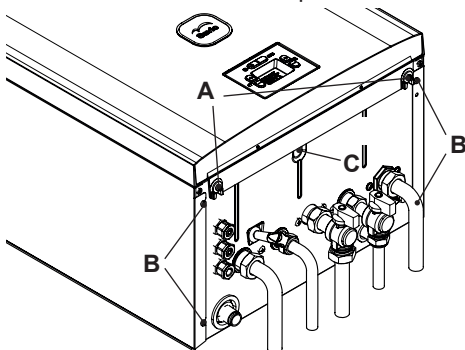
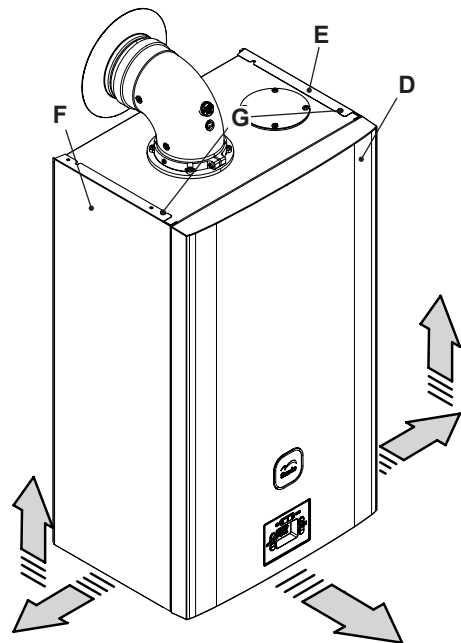

Figura 9.1
Figura 9.2
superiori (Figura 9.1 e Figura 9.2).
Allentare la viti **B** e **G** in Figura 9.1 e Figura 9.2 quindi togliere i due pannelli laterali **E** e **F** tirandoli verso l'esterno e in avanti in modo da liberarli dalle sedi posteriori.
• Svitare la vite **C** in (Figura 9.1).